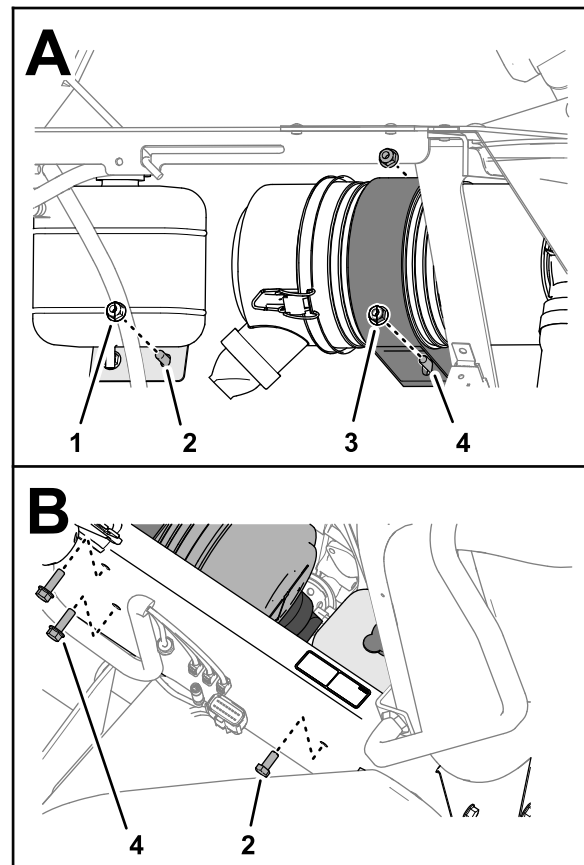

Figura 164
1. Retire las 2 contratuercas con arandela prensada (5/16") y los 2 pernos con arandela prensada (5/16" x 1") que sujetan el soporte del limpiador de aire al panel derecho de la caja del asiento (Figura 164).
2. Retire la contratuercas con arandela prensada trasera (5/16") y el tornillo (5/16" x ¾") que sujetan el soporte del depósito de refrigerante al panel derecho de la caja del asiento (Figura 164).